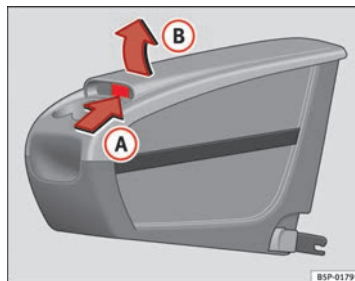

Fig. 113 Portaobjetos móvil. Apertura
- Levante la tapa (B), por la zona (A) ⇒ fig. 113.